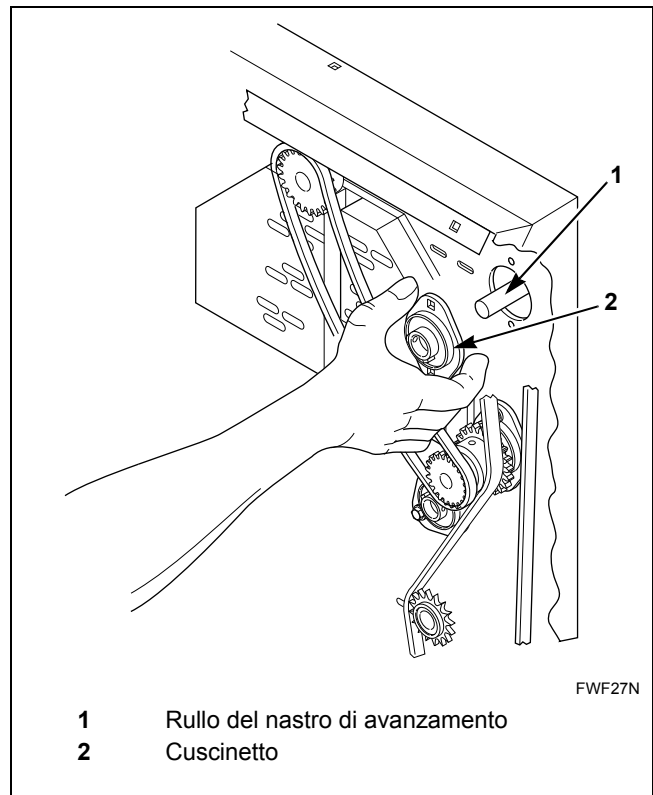

Figura 28
7. Rimuovere il cuscinetto premendo a sinistra. Consultare la *Figura 28*.